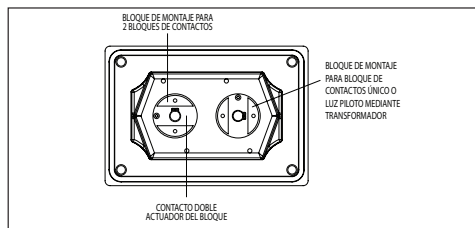

Figura 2. Orientación del bloque de montaje
- En el interior de la cubierta, fije el bloque de montaje a la rosca del cojinete. Oriente el bloque de montaje como se muestra en la Figura 2, permitiendo que los bloques de contactos estén en la posición correcta según la cantidad de bloques de contactos y el tipo de operador. Apriete el tornillo de ajuste para bloquear el conjunto del botón de presión en la cubierta. Consulte la tabla de torque.